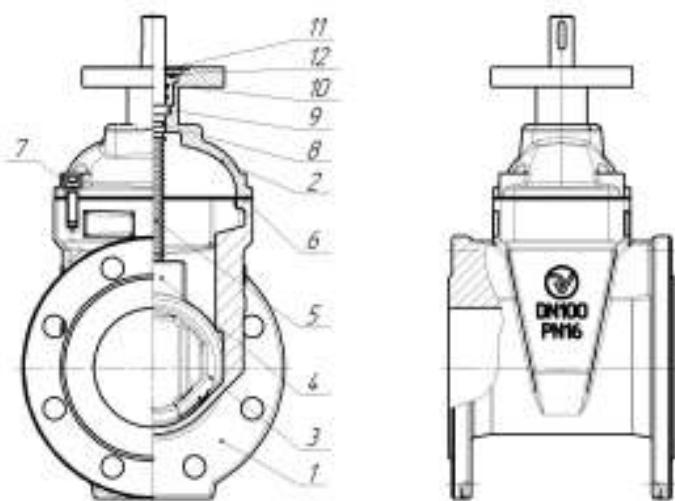

Рисунок 1. Задвижка Ду 40-1000:
1.2.10. Основные размеры и массогабаритные характеристики задвижек приведены на рис. 1.
1.3.2. Крутящий момент от электропривода передается на шпиндель 5 (см. рис.1). Ходовая гайка 4, поступательно перемещается по оси шпинделя, приводя в движение связанный с ней клин 3, который открывает или закрывает проходное сечение задвижки.